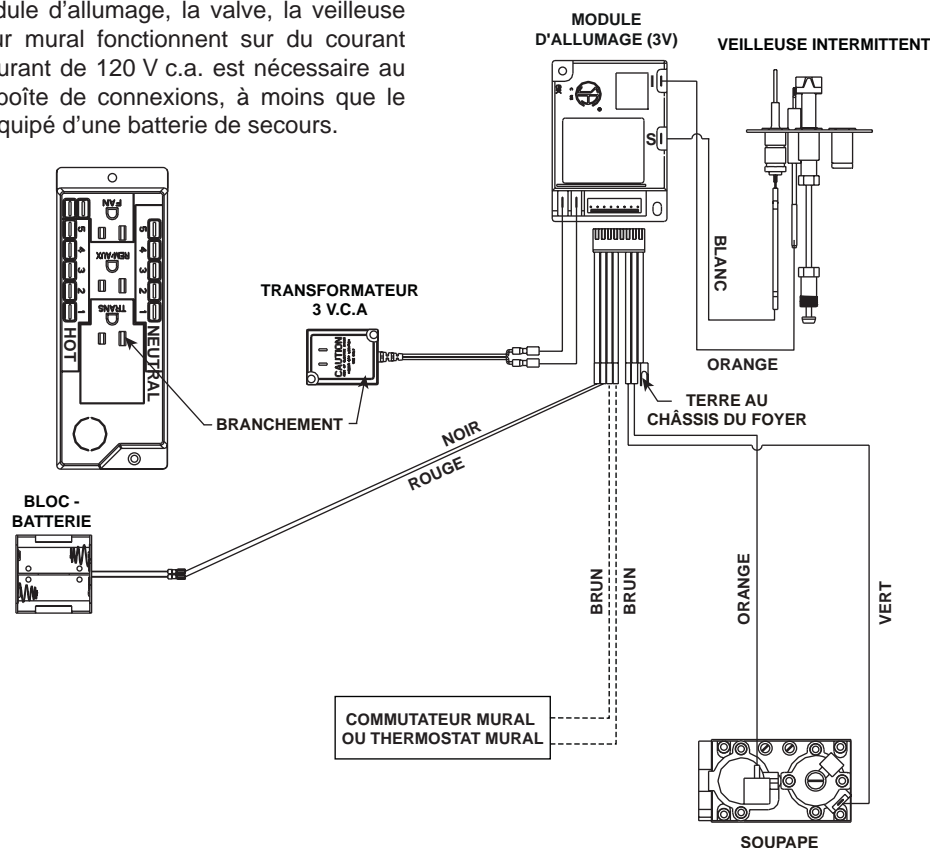

Figure 10.3 Diagramme de câblage de l'allumage à veilleuse Intellifire (IPI) avec un commutateur mural ou un thermostat.
Cet appareil exige une alimentation 110 V c.a. à la boîte de jonction de l'appareil pour son fonctionnement. Un diagramme de câblage est présenté à la figure 10.3.
- Il est recommandé qu'une boîte de jonction de 110 V c.a. soit installée pour utiliser l'appareil avec un ventilateur ou une télécommande. (Voir la figure 10.3 pour le câblage de boîte de jonction).